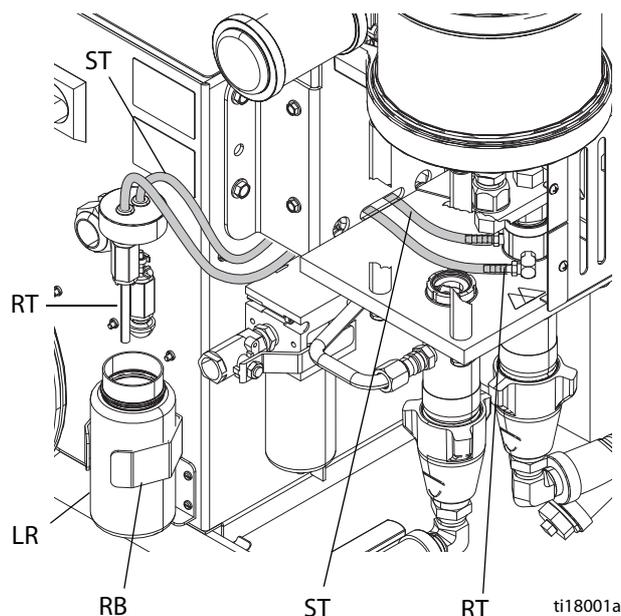

Рис. 15: Система смазки насоса
2. Снимите резервуар смазочного материала (LR) с кронштейна (RB) и отсоедините контейнер от крышки. Держа крышку над подходящим контейнером, снимите обратный клапан и слейте смазку. Присоедините обратный клапан к впускному шлангу (ST). См. Рис. 15.